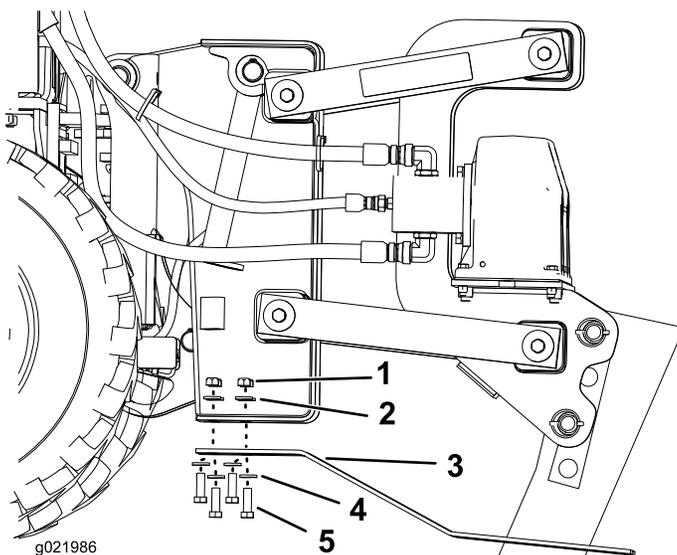

Figura 12
3. Retire los 4 pernos, las 4 tuercas y las 8 arandelas de los patines (Figura 12).
4. Instale los patines nuevos y sujételos con las fijaciones que retiró anteriormente (Figura 12).